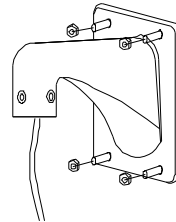

Abbildung 9
- 3) Befestigen Sie die Halterungen mit den M6 Schrauben an der Wand (s. Abb. 9).